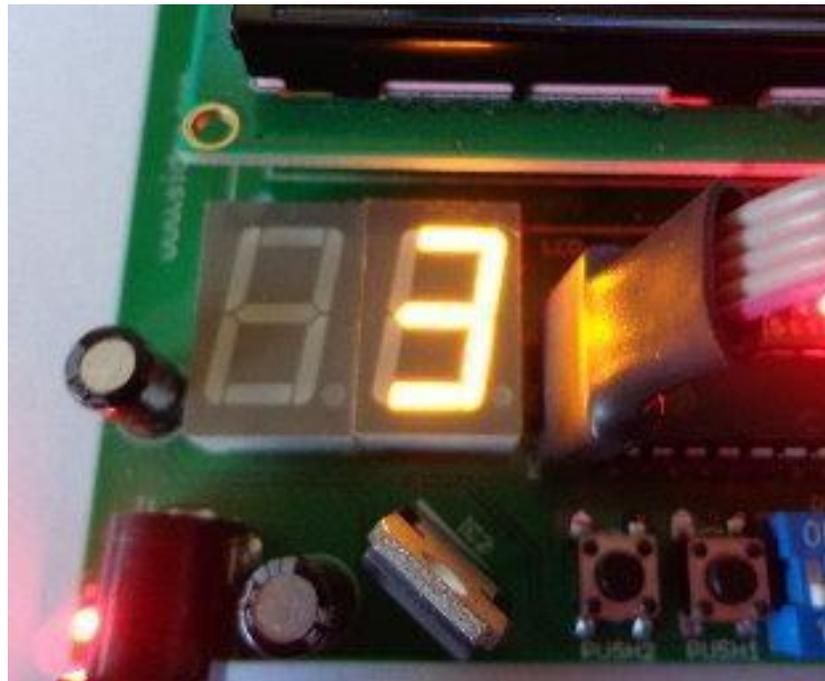

Figura 2.13 Activación del display 1
1. Colocar el patrón en el puerto B para mostrar un número en el display 1 y apagar el cátodo del display 2, como se observa en la figura 2.13 donde como ejemplo se observa el número 3 en el display 1.